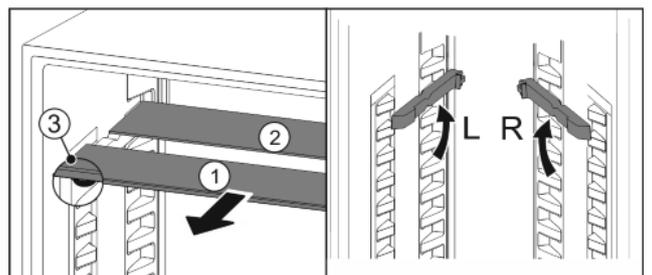

Fig. 20
- ▶ По одной извлеките *Fig. 20 (1)* стеклянные панели движением вперед.
- ▷ Стеклянная панель *Fig. 20 (1)* с декоративной планкой лежит спереди.
- ▷ Стопоры *Fig. 20 (3)* показывают вниз.